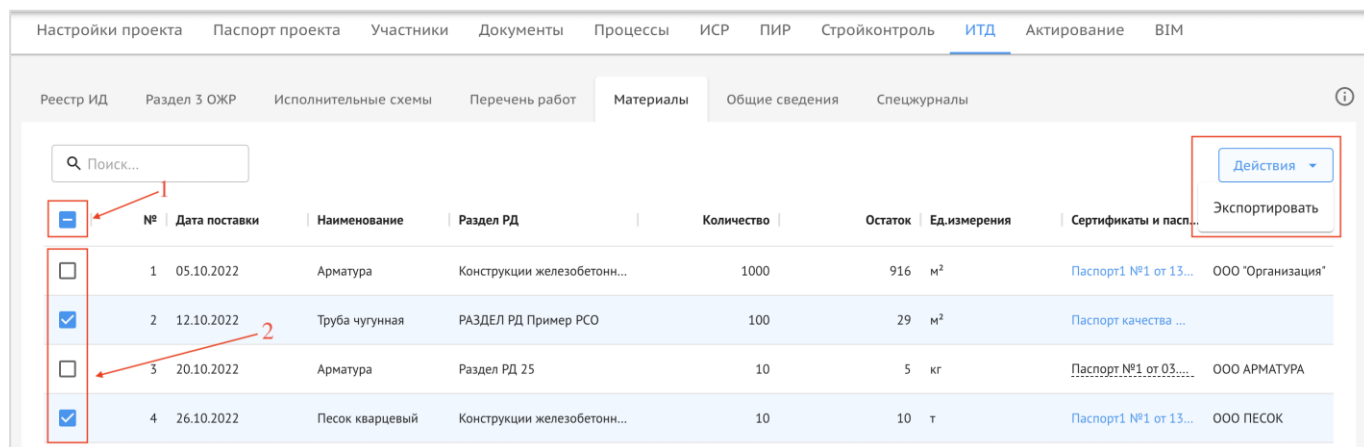

Рис. 34 – Экспорт записей из вкладки Материалы
При необходимости, доступен экспорт реестра материалов в формате xls. Можно экспортировать как весь реестр, выделив его (1), так и выборочно, выделив необходимые материалы (2), после чего нажать «Действие» и из выпадающего списка выбрать «Экспортировать» (рис. 34).